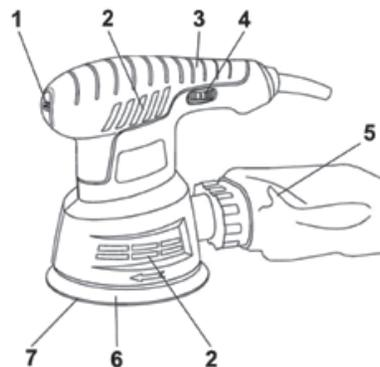

Рис. 1
Общий вид шлифмашины представлен на (Рис. 1).
3. Включение шлифмашины осуществляется нажатием на клавишу 1 выключателя (Рис. 1, Рис. 7).
4. Оптимальная скорость вращения и колебания шлифовального круга устанавливается с помощью регулятора 4, расположенного на рукоятке 3 шлифмашины (Рис.1, Рис.6).
3. присоедините фильтр-пылесборник 5 (Рис. 1, Рис. 8) или шланг пылесоса к пылеотводному патрубку машины.
4. при необходимости установите (замените) шлифовальный лист как указано ниже (Рис. 1, Рис. 3, Рис. 4):